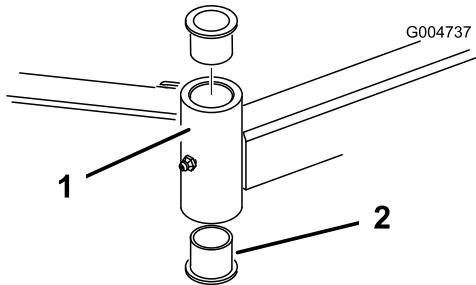

Figura 79
4. Introduza um punção para cavilhas na zona superior ou inferior do tubo de montagem e retire o casquillo para fora do tubo (Figura 79).